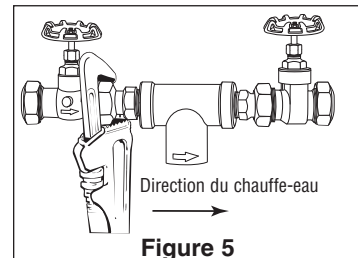

Figure 5
5. Bien resserrer tous les écrous de serrage, en maintenant le module de tête de l'AP430SS à la verticale. (figure 5).